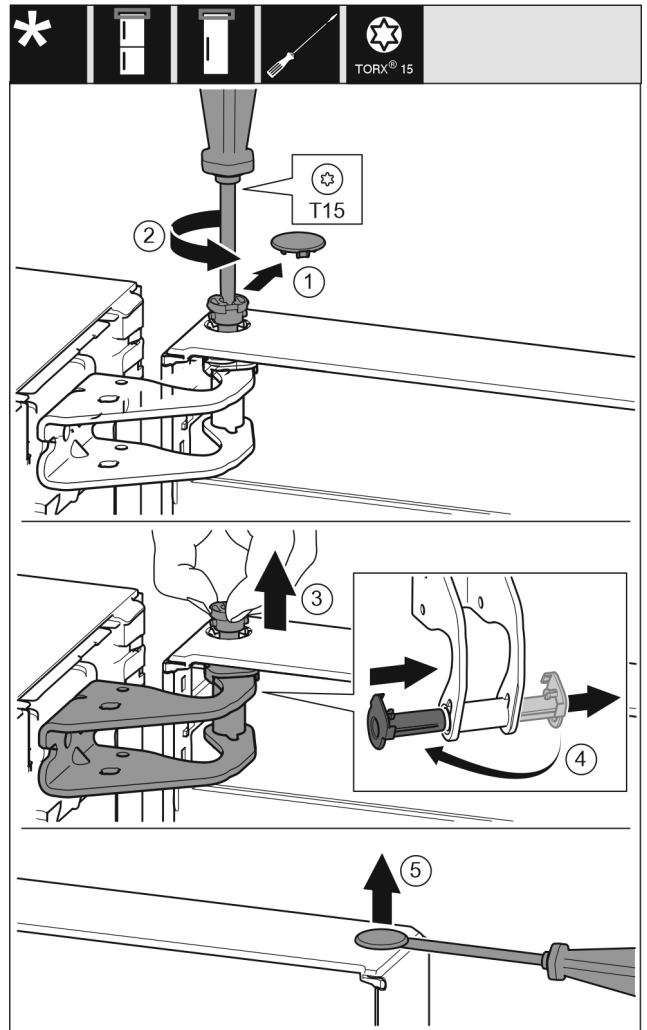

Fig. 9
- Nxirrni me kujdes kapakun mbulues të siguresës. Fig. 9 (1)
- Lironi paksa bulonin me një kaçavidë T15. Fig. 9 (2)
- Mbani derën fort dhe nxirrni jashtë bulonin me gisht. Fig. 9 (3)
- Nxirrni jashtë nga foleja udhëzuese manikotat e kapjes. Futni në vend ato të anës tjetër dhe mbërthejini në vend. Fig. 9 (4)
- Ngrini lart me kujdes me një kaçavidë tapat nga manikotat e kapjes së derës dhe nxirrni jashtë. Fig. 9 (5)